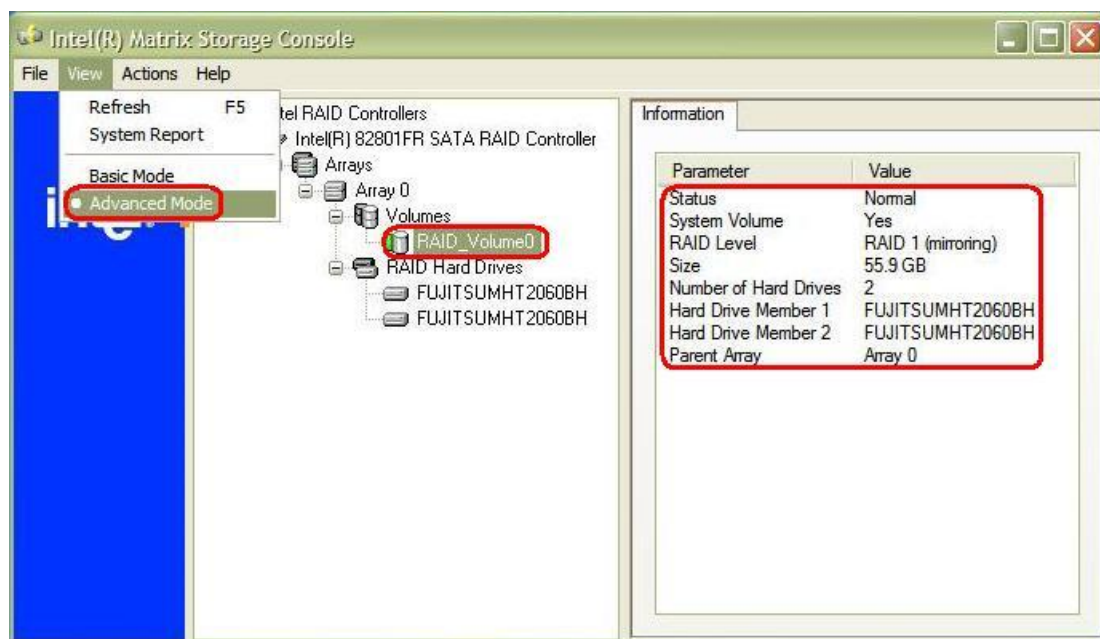

图 29
运行 Panel PC 677 Documentation and Drivers CD 中路径 Drivers\Raid\Intel\Ich6r 下的 Setup.exe 文件，安装 RAID 的管理工具。安装完毕后，选择“开始” - Intel(R) Matrix Storage Manager – Intel Matrix Storage Console，在选择 View – Advanced Mode，可以 RAID 的状态信息，如图 29 所示。